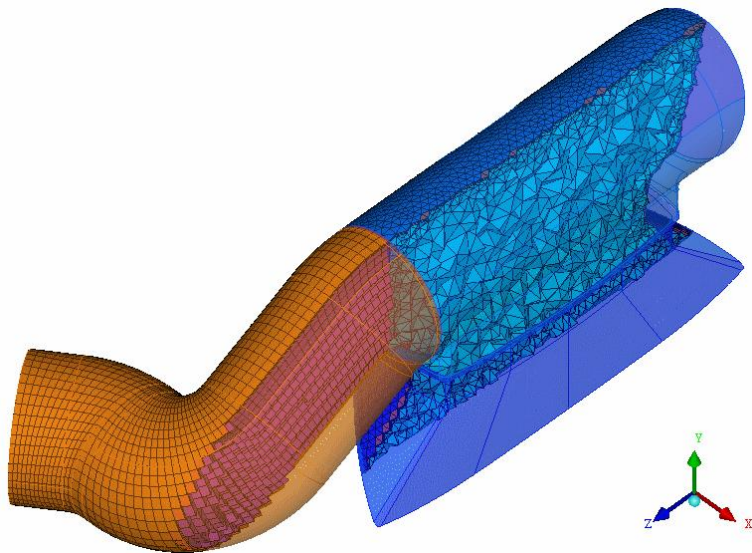

图 2-3 ICEM 装配生成的体网格（引自 ANSYS 官方培训教程）
(4) 忽略细节特征设置。自动忽略几何缺陷及多余的细小特征。
(5) 几何文件和块文件分别存储。当几何模型轻微变化时，只需要略微改变映射关系就可以完成网格生成工作。
(6) 网格装配。可以轻松实现不同类型网格之间的装配，尤其对于拓扑结构复杂的模型可以大大减少工作量。如图 2-3 所示为使用 ICEM 装配生成的网格。